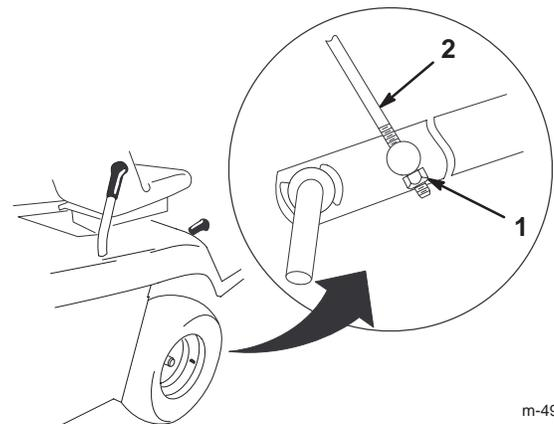

Bild 41
9. Stellen Sie die M8 Sicherungsmutter am Ende der Höheneinstellungsstange so ein, dass die Stange etwas angespannt ist (Bild 41).